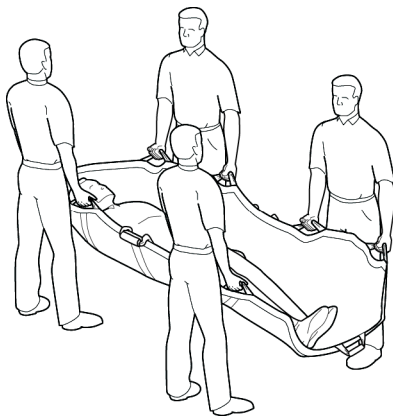

Figur 2
2. Använd lämpliga tekniker inom branschen för att centrera patienten på överföringsdynan, som visas i figur 2.